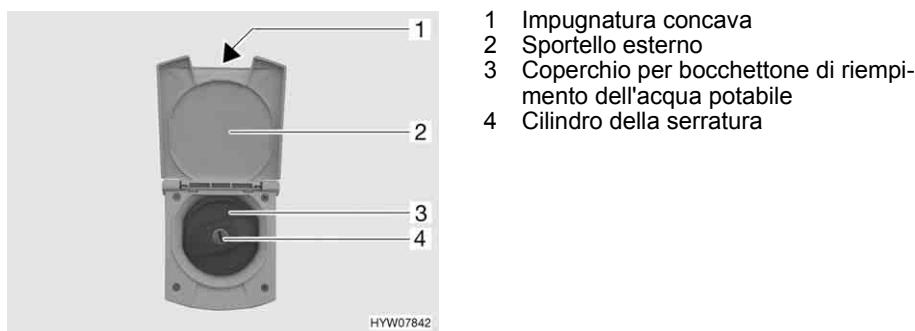

Fig. 27 Sportello e coperchio per bocchettone di riempimento dell'acqua potabile
- Afferrare l'impugnatura concava (Fig. 27,1) dello sportello esterno (Fig. 27,2) e ruotare lo sportello verso l'alto (Fig. 27).
- Inserire la chiave nel cilindro della serratura (Fig. 27,4) e ruotare in senso antiorario.
- Svitare il coperchio (Fig. 27,3).
- Avvitare il coperchio (Fig. 27,3) sul bocchettone di riempimento dell'acqua potabile.
- Abbassare lo sportello esterno (Fig. 27,2) e chiuderlo premendo.